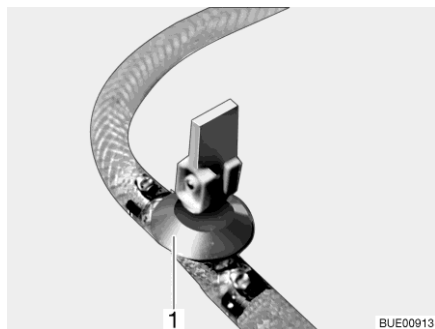
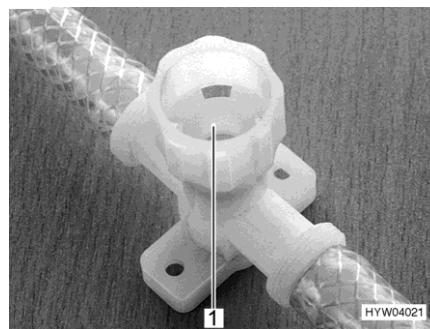

Bild 187 Avtappningskran (med vipparm)
Bild 188 Avtappningskran (med vred)
- Öppna alla avtappningskranar. Ställ för detta avtappningskranens vipparm (Bild 187,1) lodrätt eller vrid avtappningskranens kran (Bild 188,1) moturs.